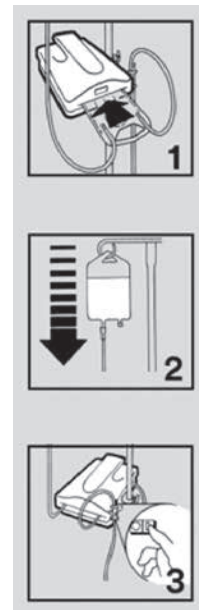

Fig. 4
2. Skjut in kassetten i värmeeinheitens skåra. Kassetten kan bara passa in i enheten på ett sätt (se fig. 4, # 1).
3. Prima värmesatsen. För mer information om priming av apparaten, se instruktionerna som medföljer värmeapparaten (se fig. 4, #2).
5. Anslut strömkabeln till ett lämpligt vägguttag. Slå på enheten (se fig. 4, #3). Efter några sekunder tänds den alfanumeriska displayen. Det tar mindre än 2 minuter att värma upp till börvärdestemperaturen 41 °C.